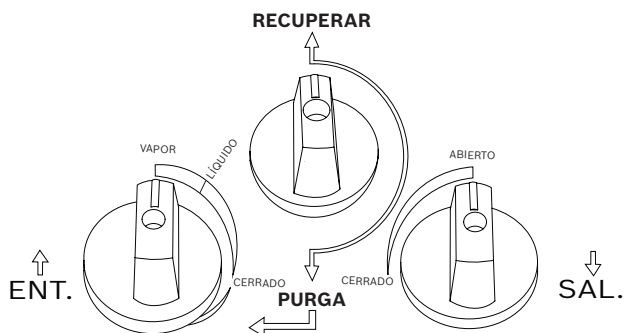

Fig.2: Posiciones de las válvulas para una recuperación normal
2. Antes de realizar cualquier conexión de las mangueras, asegúrese de que las válvulas de servicio del sistema de A/A o refrigeración, las válvulas del manómetro, las válvulas reguladoras de la unidad de recuperación y las válvulas del depósito de recuperación del sistema están todas en la posición cerrada. Compruebe también que la válvula de recuperación / purga está en la posición **RECOVER** (orientada hacia arriba). Consulte la Fig. 2.
11. Gire la válvula reguladora de entrada de la máquina de recuperación (azul) a la marca **LIQUID** del panel frontal; consulte la Fig 2. Gire el interruptor principal a la posición **ON** para iniciar la recuperación.
3. Antes de realizar cualquier conexión de mangueras, asegúrese de que las válvulas de servicio del sistema, las válvulas de control de la unidad de recuperación y las válvulas del depósito de recuperación están todas en posición cerrada. Compruebe también que la válvula de recuperación / purga está en la posición **RECOVER** (orientada hacia arriba). Consulte la Fig. 2.